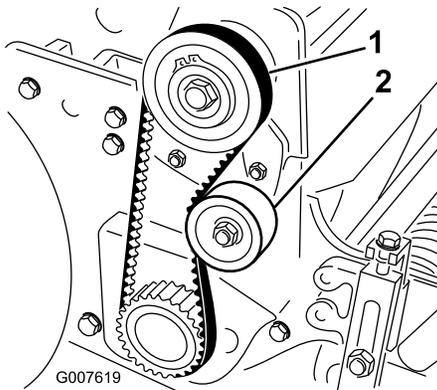

Bild 35
2. Prüfen Sie die Spannung. Bringen Sie hierfür eine Kraft von 18 bis 22 N in der Mitte des Riemen zwischen den Riemscheiben an (Bild 35). Der Riemen muss sich 6 mm durchbiegen lassen.
- A. Lösen Sie die Befestigungsmutter der Spannscheibe und drehen Sie die Spannscheibe nach rechts gegen die Rückseite des Riemen, bis Sie die gewünschte Riemen Spannung erzielt haben (Bild 35).